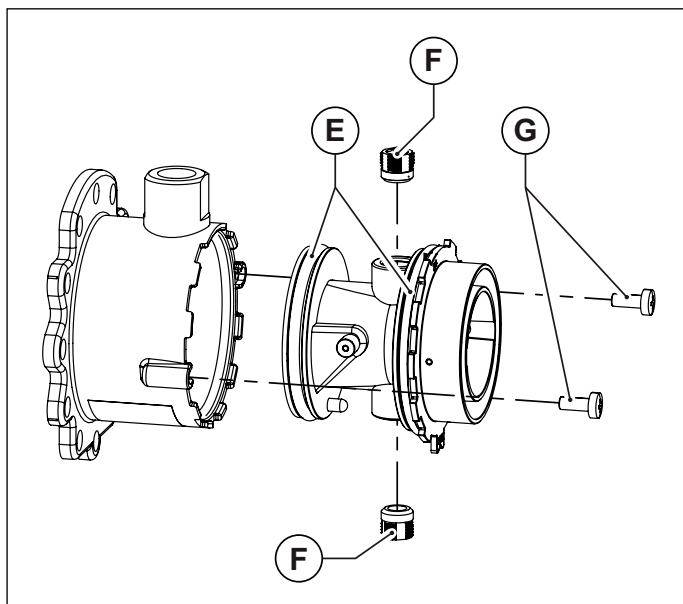

Fig. 28 Cuerpo de plástico del mezclador
- Extraer el cuerpo de plástico del mezclador, desatornillando los dos tornillos de fijación (ver Fig. 28 Cuerpo de plástico del mezclador).
- Desatornillar las dos boquillas del mezclador utilizando una llave Allen de 6 mm (ver Fig. 28 Cuerpo de plástico del mezclador).
- Volver a montar nuevamente el cuerpo de plástico (Venturi) introduciéndolo en el mezclador y atornillándolo con los tornillos de fijación, teniendo cuidado de no dañar las juntas tóricas que están montadas en los extremos del cuerpo de plástico (ver Fig. 28 Cuerpo de plástico del mezclador) y respetar la orientación del montaje (ver Fig. 29 Orientación de montaje).
- Montar el mixer ensamblado al ventilador con los tornillos Allen, teniendo cuidado de reposicionar la junta tórica de estanqueidad entre el mixer y el ventilador (ver Fig. 28 Cuerpo de plástico del mezclador).